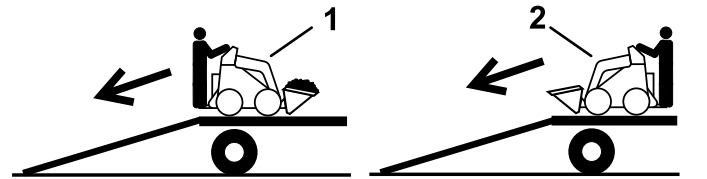

Bild 9
2. Fahren Sie beim Entladen vom Anhänger mit dem schweren Ende der Maschine auf die Rampe und befördern Sie Lasten niedrig (Bild 9).